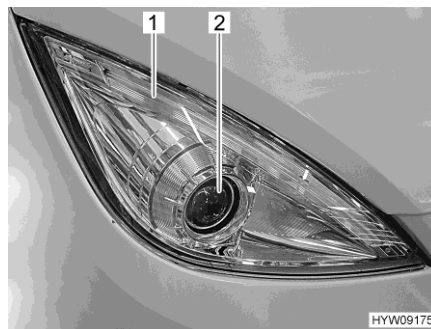

Fig. 234 Faro delantero
**Luces de día e intermitentes** Las luces de día y los intermitentes son lámparas de LED (Fig. 234,1). Para cambiar los LED, acudir a un distribuidor o a un centro de servicio autorizado.
(Fig. 234,2)**